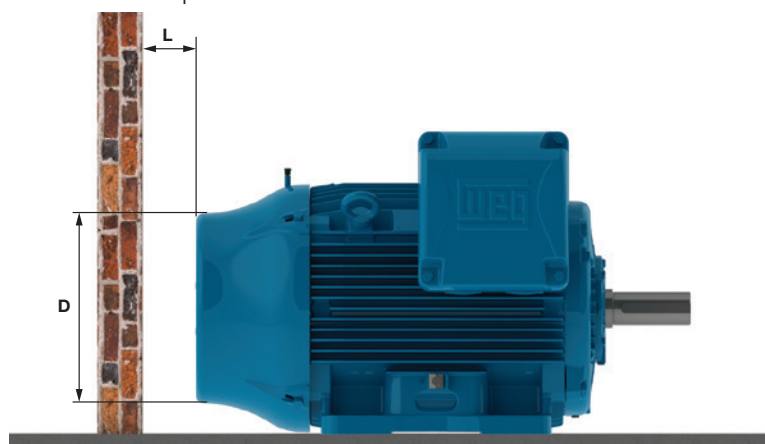

Figura 49 - Distancia mínima del motor hasta la pared.
- Que entradas y salidas de aire estén completamente desobstruidas. El mínimo espacio libre hasta la pared más próxima (L) debe ser $\frac{1}{4}$ del diámetro de la entrada de aire de la deflectora (D), ver Figura 49. El aire en la entrada del motor debe estar a temperatura ambiente.